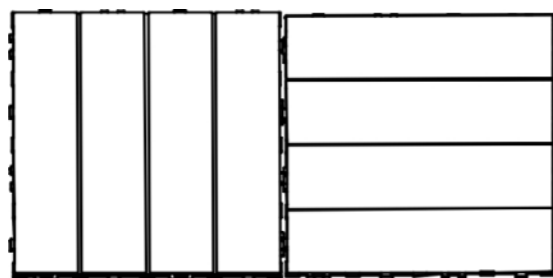

Bild 6
- ④ Fäst sedan de två första kopplingarna i varandra, så som visas på bild 6. Du kanske måste lyfta en av plattorna för att få ett bättre grepp.